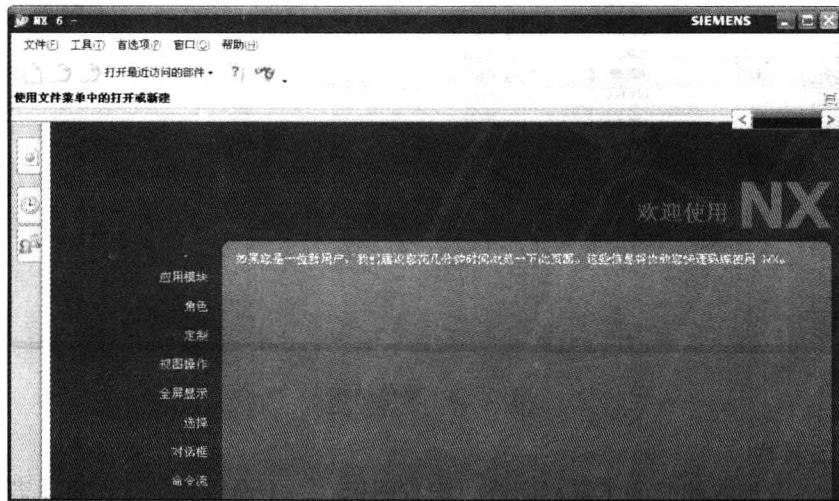
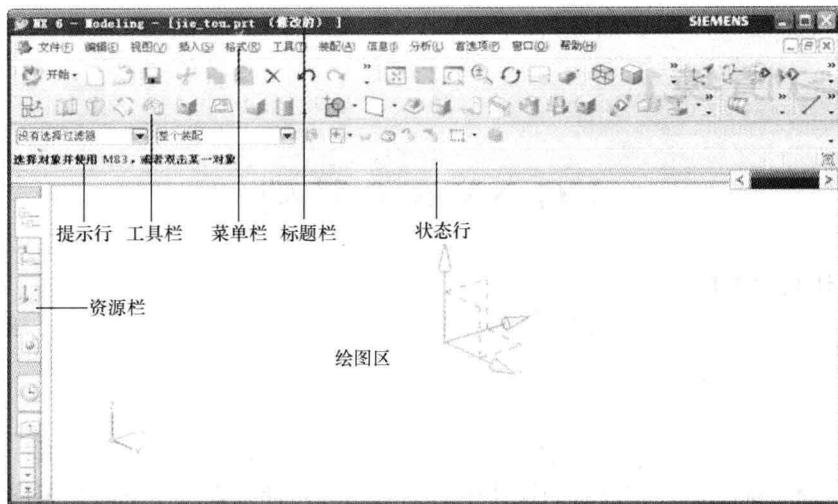
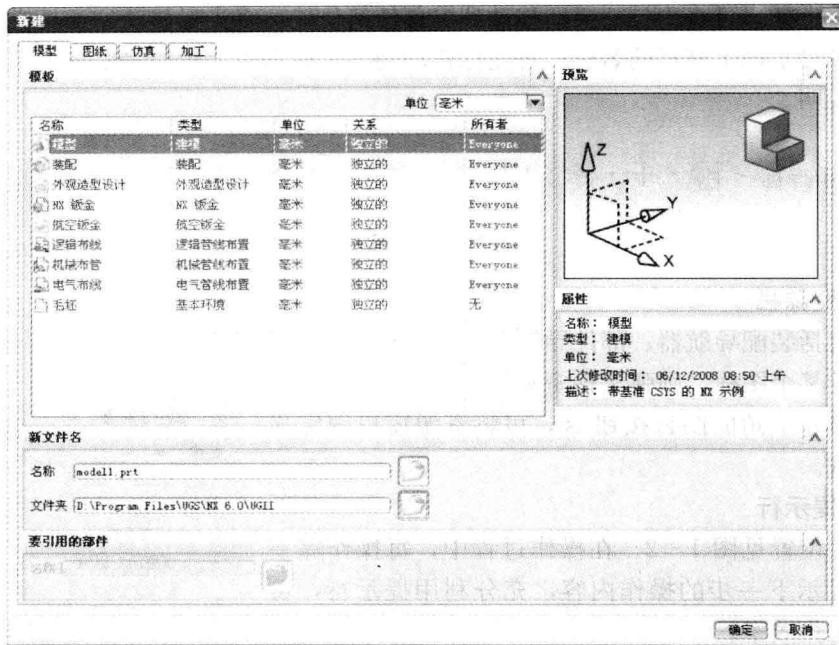
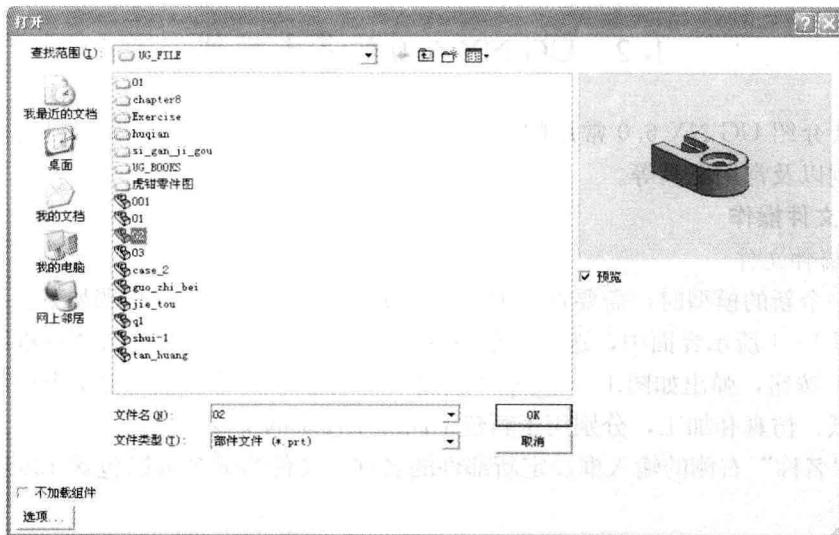

图 1-1 UG NX 6.0 初始界面
图 1-2 UG NX 6.0 用户界面
图 1-6 “新建”对话框
图 1-7 “打开”对话框
在 Windows NT/2000/XP 等操作系统下，UG NX 6.0 采用与常见的微软应用软件类似的图形用户界面（Graphics User Interface, GUI），易于学习和掌握。在 Windows XP 操作系统下，运行 UG NX 6.0 软件，软件打开后其界面如图 1-1 所示，这是软件的初始界面。当选择新建文件或打开文件时，初始界面就变为一般工作状态下的用户界面，此时用户界面由标题栏、菜单栏、工具条、提示行、状态行、绘图区等组成，如图 1-2 所示。
提示行的位置见图 1-2。在操作过程中，每操作完一步，系统会提示下一步的操作内容，充分利用提示行，可以大大提高工作效率。
状态行的位置见图 1-2。状态行用于显示当前操作状态或刚完成的操作结果。利用状态行的信息可以了解当前的操作状态以及操作结果是否正确。
(1) 在图 1-1 所示界面中，选择菜单命令“文件”→“新建”，或单击“标准”工具栏中的“新建”按钮，弹出如图 1-6 所示“新建”对话框，该对话框共有 4 个选项页，分别是模型、图纸、仿真和加工，分别用于新建不同应用模块的文件。
(2) 在“名称”右侧的输入框设定新部件的名称，文件名最多可以包含 128 个字符，但不能包含汉字。
(3) 在“文件夹”右侧的输入框设定新部件保存的文件夹。文件夹名称不能包含汉字。
(4) 单击“确定”按钮完成新部件的创建。
- (1) 在图 1-1 所示界面中，选择菜单命令“文件”→“打开”，或单击“标准”工具栏中的“打开”按钮，弹出如图 1-7 所示“打开”对话框。